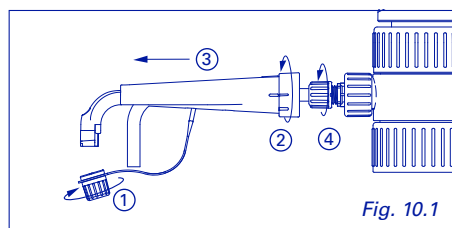
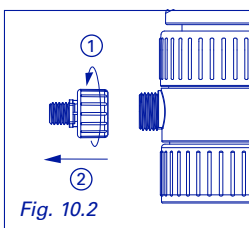
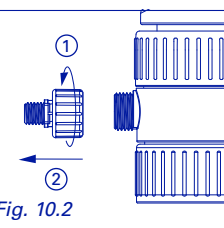

Fig. 10.1
Fig. 10.2
Fig. 10.2
- ① Remove delivery jet (Fig. 10.1), then delivery jet adapter (Fig. 10.2) and keep for further use
- ① Ausstossskanüle (Abb. 10.1) und Adapter für Ausstossskanüle (Abb. 10.2) entfernen und für weitere Anwendungen aufbewahren.
- ① Retirer le bec verseur (Fig. 10.1) puis le raccord de bec (Fig. 10.2), garder pour utilisation future.